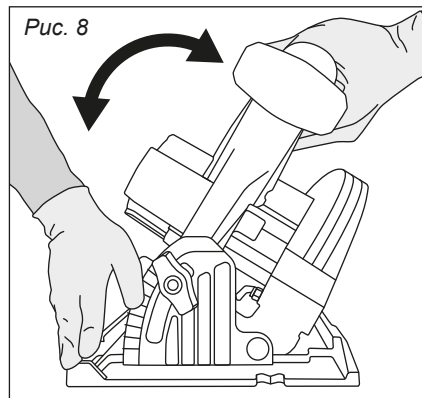
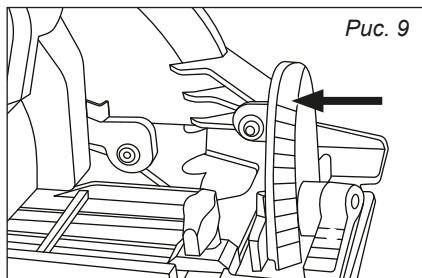

Рис. 8
Рис. 9
2. Наклоните корпус пилы относительно основания до нужного угла (рис. 8), ориентируясь на шкалу (рис. 9).